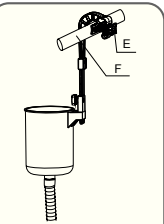

Fig. 10 / Abb. 10 / Kuva. 10 / EIK. 10 / Pnc. 10 / Rys. 10 / 10. Ábra
4. Place the assembled frame hook onto the pool near the pool's outlet valve. Adjust the hook if necessary and tighten the nut. Ensure the hook is securely tightened on the pool. (See Fig. 10)
4. Coloque o gancho da estrutura montado sobre a piscina perto da válvula de saída da piscina. Ajuste o gancho se necessário e aperte a tuerca. Verifique se a válvula está adequadamente aberta na piscina. (Veja Fig. 10)
4. Sitúe el tornillo del marco montado en la piscina cerca de la válvula de salida de la piscina. Ajuste el gancho si es necesario y apriete la tuerca. Asegure de que el gancho está ajustado sobre la piscina. (Vea Fig. 10)
4. Platzieren Sie den zusammengebauten Haken auf dem Pool nahe des Abflussschnitts. Stellen Sie den Haken falls erforderlich ein und ziehen Sie die Mutter an. Stellen Sie sicher, dass der Haken auf dem Poolrand aufsitzt. (Siehe Abb. 10)
4. Plaats de geassembleerde framehaak op het zwembad vlakbij de uitlaatklep. Stel de haak af als dat nodig is en maak de moer vast. Zorg ervoor dat de haak goed om het zwembad vast zit. (Zie Fig. 10)
4. Posizionare il gancio montato vicino alla valvola di uscita della piscina. Se necessario, regolare il gancio e stringere il bullone. Assicurarsi che il gancio sia correttamente fissato alla piscina. (Vedere Fig. 10)
4. Placez le crochet assemblé sur la piscine à côté de la valve d'évacuation. Réglez le crochet si nécessaire et serrez l'écrou. Assurez-vous que le crochet soit fixé solidement sur la piscine. (Voir Fig. 10)
4. Поместите собранный крючок в бассейн рядом с выпускным клапаном. При необходимости отрегулируйте крючок и затяните гайку. Убедитесь, что крючок надежно закреплен на бассейне. (См. Рис. 10)
4. Umieść zmontowany hak konstrukcyjny w pobliżu zaworu spływowego basenu. Jeżeli to konieczne wyreguluj zaczep i dokręć nakrętkę. Upewnij się że zaczep jest pewnie zamocowany na brzegu basenu. (Patrz Rys. 10)
4. Placera den monterade kantroken i poolen, i närheten av poolens utmatningsventil. Reglera kroken vid behov och dra åt muttern. Se till att kroken är ordentligt ådragen på poolen. (Se Fig. 10)